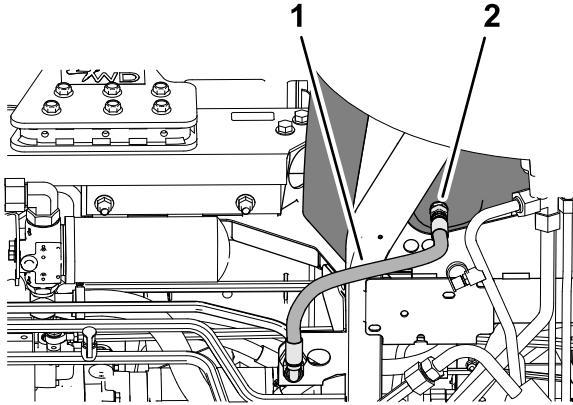

Рисунок 165
- Поместите сливной поддон под гидравлический бак (Рисунок 165).